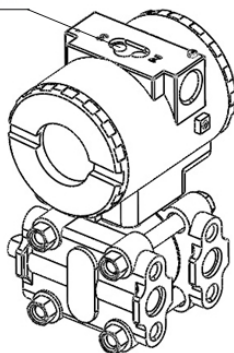

Рисунок 6.2 – Органы управления для локальной настройки. Z – движение по пунктам меню, S – активация пункта меню.
– отвернуть винт в правом верхнем углу, фиксирующий верхнюю крышку, и сдвинуть в сторону. Под крышкой находятся кнопки управления (либо отверстия для магнитной отвертки) рисунок 6.2;